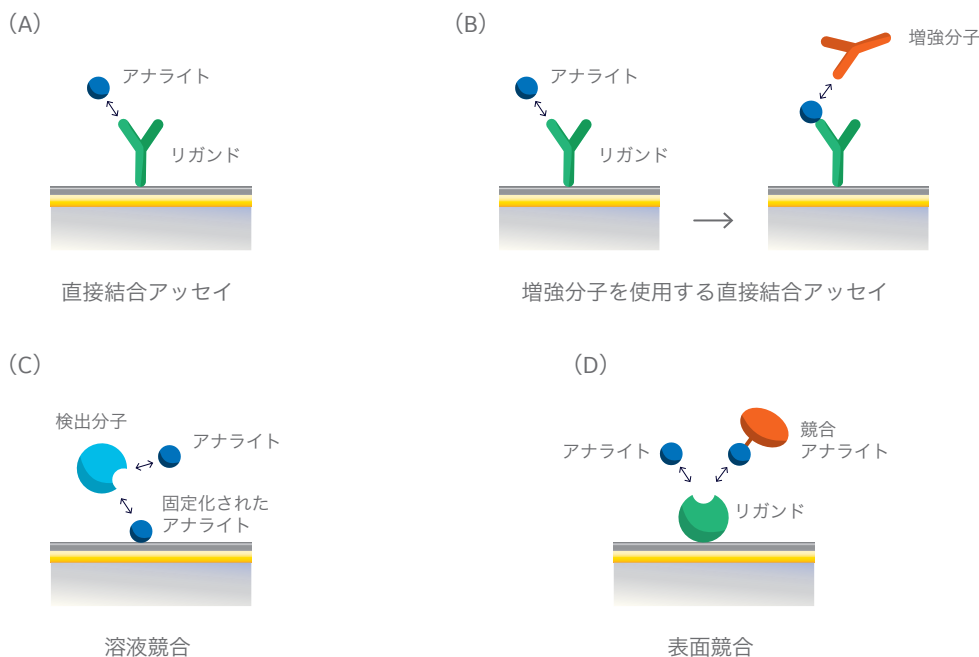

図 2. Biacore システムによる 4 種類のアッセイフォーマットの概略図：(A) 直接結合アッセイ；(B) 増強分子を使用する直接結合アッセイ；(C) 間接的な溶液競合アッセイ；(D) 間接的な表面競合アッセイ。
アッセイフォーマットを選択する際に考慮すべき重要なポイントは、アッセイ感度、アッセイ範囲、アッセイ精度、およびスループットです。図 2 (A - D) は、濃度測定に一般的に用いられている 4 種類の SPR アッセイフォーマットを示します：直接結合アッセイ (A) は迅速で、二次試薬および一部のインキュベーションステップが不要になります。このアッセイにポリクローナル抗体などのシグナル増強分子を組み合わせると (B)、感度および特異性を向上できる場合があります。